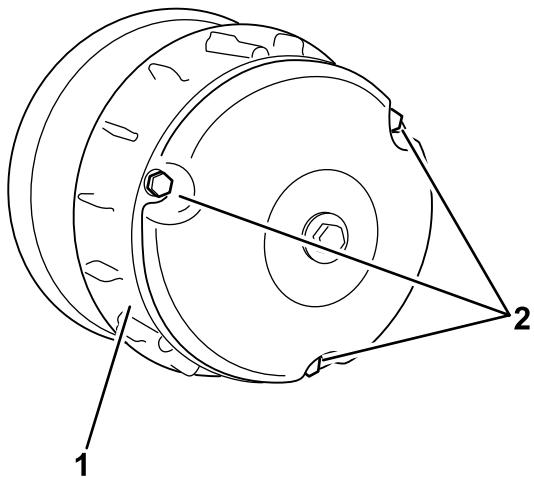

Figure 59
2. Retirez les 3 boulons qui fixent le couvercle de l'embrayage et déposez le couvercle (Figure 59).
4. Posez le couvercle d'embrayage et fixez-le avec les 3 boulons (Figure 59) que vous avez retirés à l'opération 2.